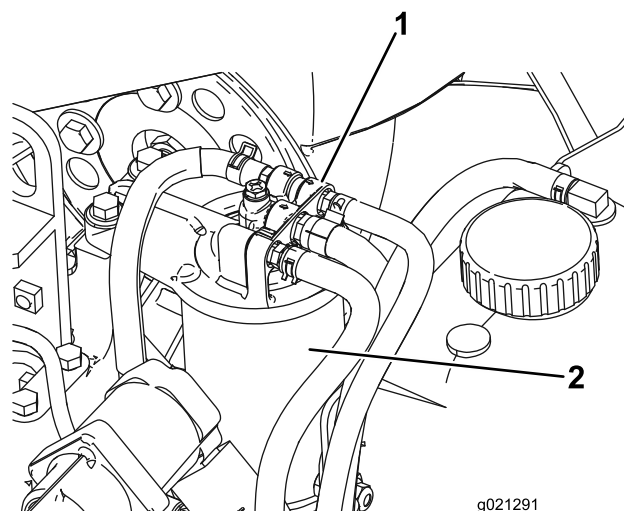

Figura 84
1. Pulite le superfici circostanti la testa del filtro del carburante (Figura 84).
2. Togliete il filtro e pulite la superficie di montaggio della testa del filtro (Figura 84).